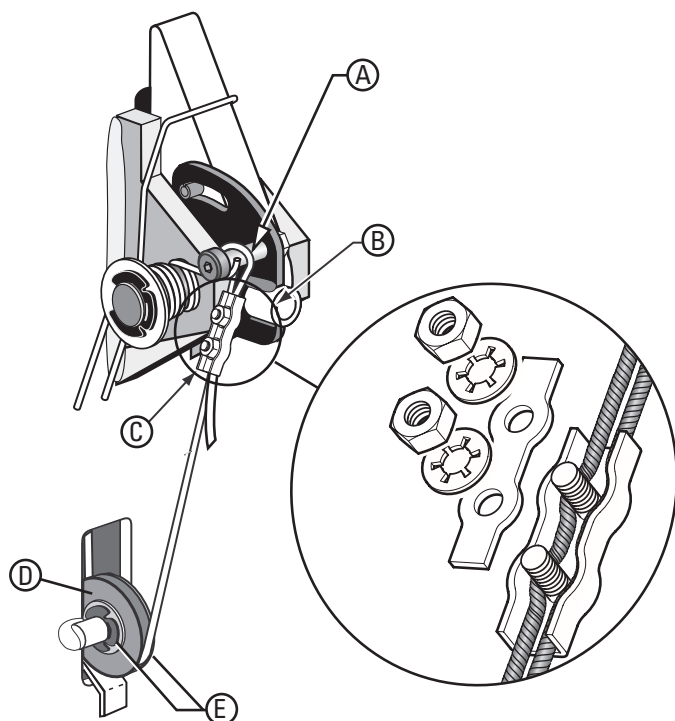
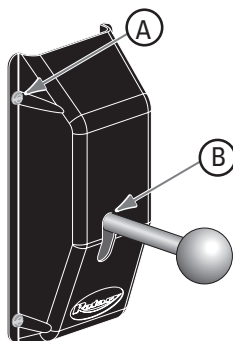

Fig. 7
Fig. 8
4. Se necessario, eseguire le opportune regolazioni, vedere a fig. 7, e ricontrollare il corretto funzionamento dei ganci di arresto. La manopola dei ganci di arresto deve essere posizionata sul lato alto dello slot di comando dei ganci di arresto, fig. 8.
Dettaglio fig. 7
Dettaglio fig. 8